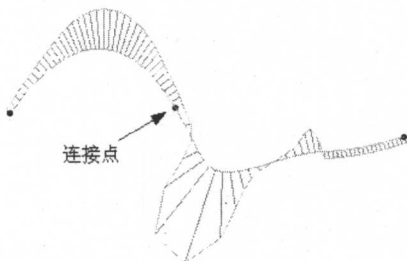

图1-8 曲率连续
- 曲率连续性：通常称为 G2 连续。对于曲线的曲率连续，要求在 G1 连续的基础上，还要求曲线在连接点处曲率具有相同的方向，以及曲率大小相等。对于曲面的曲率连续，要求在 G1 连续的基础上，还要求两个曲面与公共曲面的交线也具有 G2 连续。曲率误差是一种相对误差，如果两条曲线在连接点处分别具有曲率 R 和 r ，并且 $R > r$ ，那么曲率误差计算如下式。曲率误差的最大值为 2，或者用百分比表示为 200%，如图 1-8 所示。